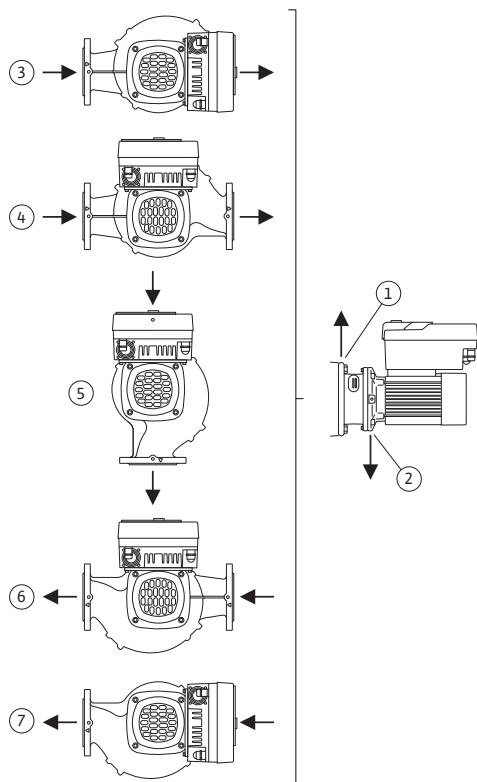

Fig. 9: Posizioni di montaggio ammesse con albero del motore orizzontale
Le posizioni di montaggio ammesse con albero del motore orizzontale e modulo elettronico verso l'alto (0°) sono illustrate nella Fig. 9.
La disaerazione della pompa è garantita solo se la valvola di disaerazione è rivolta verso l'alto (Fig. 9, pos. 1).
Solo in questa posizione (0°) la condensa formatasi può defluire in modo mirato attraverso gli appositi fori, la lanterna della pompa e il motore (Fig. 9, pos. 2).